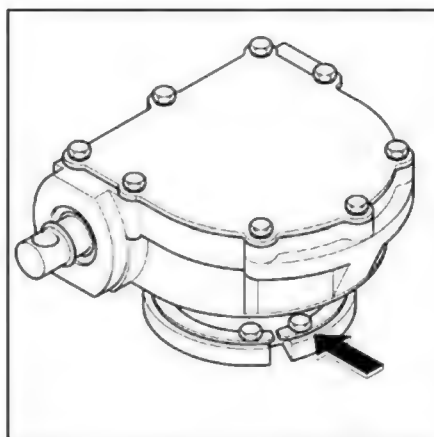

图 35
- (1) 圆锥齿轮传动箱要与分接开关配套。打印的出厂序号必须一致。
- (2) 圆锥齿轮传动箱的水平传动轴必须和开关头部齿轮盒的轴端在一条直线上。
- (3) 拆下头部齿轮盒的压板,并松开齿轮盒的压圈后,头部齿轮盒便可以自由转动。
- (4) 头部齿轮盒的位置调准后必须紧固压圈(最大扭矩 15Nm),盖上齿轮盒压板,用锁片锁死螺栓(图 35)。
- (5) 特殊设计的圆锥齿轮传动箱和及其垂直或水平传动轴的中间轴承的安装可比照上述说明进行。